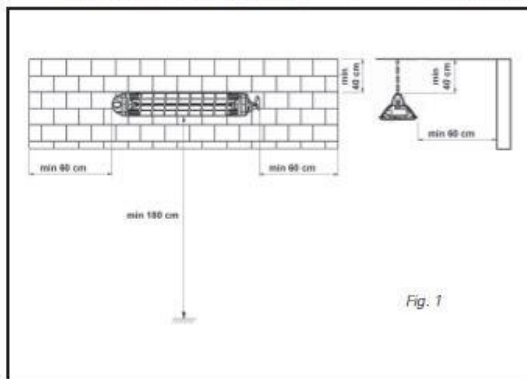

Fig. 1
2. Függasztás esetén 40 cm légrést kell hagyni a mennyezet és a hőszugárzó teteje között. Faltól 60 cm távolságra kell elhelyezni (fig. 1).
4. A padlótól minimum 180 cm távolságra kell felszerelni (fig. 1). Mosdókban az 1 és 2 zónákban 225 cm ez a távolság, a 3-as zónában pedig a magyar szabványok szerinti.